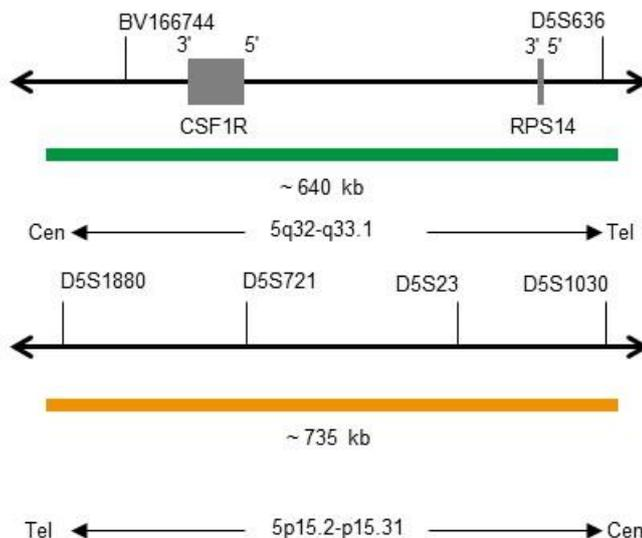

Fig. 1: In alto: Mappa della sonda SPEC CSF1R; In basso: Mappa della sonda SPEC D5S23, D5S721 (non in scala)
- Polinucleotidi (~10 ng/μl) marcati con ZyGreen (eccitazione 503 nm/emissione 528 nm), le cui sequenze target mappano in 5q32-q33.1* (chr5:149,274,320-149,913,159) in cui è localizzato il gene CSF1R (vedere Fig. 1).
- Polinucleotidi (~4.5 ng/μl) marcati con ZyOrange (eccitazione 547 nm/emissione 572 nm), le cui sequenze target mappano in 5p15.2-p15.31* (chr5:9,233,775-9,967,465) in cui è localizzato il locus D5S23, D5S721 (vedere Fig. 1).